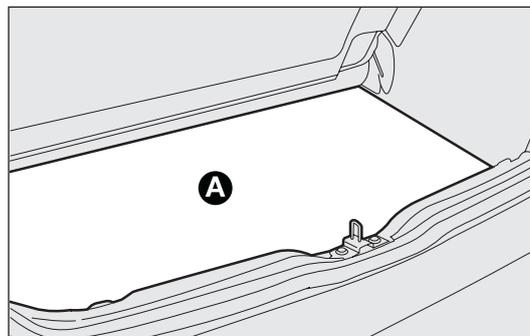

fig. 121
- levante la alfombra del piso del maletero A-fig. 121;